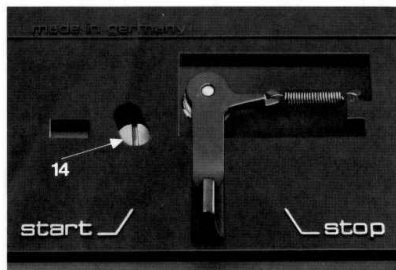

Fig. 18
Durch Abnehmen der Zierleiste (nach vorne drücken und am hinteren Rand zuerst hochklappen) wird die Regulierschraube (14) sichtbar, mit der der Tonarmaufsetzpunkt justiert werden kann (Fig. 18). Legen Sie bitte eine 30 cm-Schallplatte auf und starten Sie das Gerät. Wenn der Abtaststift zu weit innen oder außen auf der Schallplatte aufsetzt, drehen Sie die Justierschraube entsprechend nach rechts oder nach links.
retire la réglette décorative (en la soulevant préalablement sur le bord arrière) la vis de réglage (14) du bras devient visible (Fig. 18). Posez un disque de 30 cm sur le plateau et mettez l'appareil en route. Si la pointe descend trop vers l'intérieur ou l'extérieur du disque, tournez la vis vers la gauche ou resp. la droite.
edge) will expose the control (14) for tone-arm indexing (Fig. 18). Place a 12" record on the platter and start the unit. If the stylus sets down too far inside or outside the center of the record, turn adjusting screw clockwise or counterclockwise, respectively.
de ajuste (14) con el que se puede ajustar el punto de entrada de la aguja (Fig. 18). Coloque a tal fin un disco de 30 cm. y ponga en marcha el aparato. Si la aguja entra demasiado o se posa fuera del disco, gire el tornillo hacia la izquierda o hacia la derecha respectivamente.
con la quale è possibile regolare il punto di discesa del braccio (Fig. 18). Ponete quindi un disco sul piatto ed avviate l'apparecchio. Se la puntina scende troppo in dentro o troppo in fuori, girate questa vite verso destra, rispettivamente verso sinistra.
den bakre kanten) blir justeringskraven (14) för nedläggningspunkten synlig (Fig. 18). Lägg på en 30 cm skiva och starta skivspelaren. Om nålen hamnar för långt in eller ut på skivan, justera detta genom att vrida skruven antingen åt höger eller åt vänster.